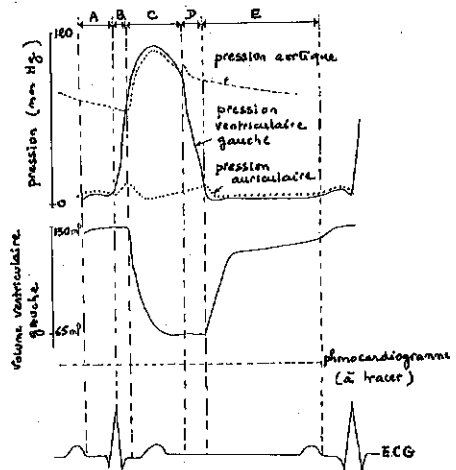

Figure 2
- II-2 A l'aide des différents enregistrements (fig. 2), commentez les événements A. B. C. D. E. de la révolution cardiaque.
Vous indiquerez sur la figure 2, l'ouverture et la fermeture des valvules, le nom des accidents de l'E.C.G.